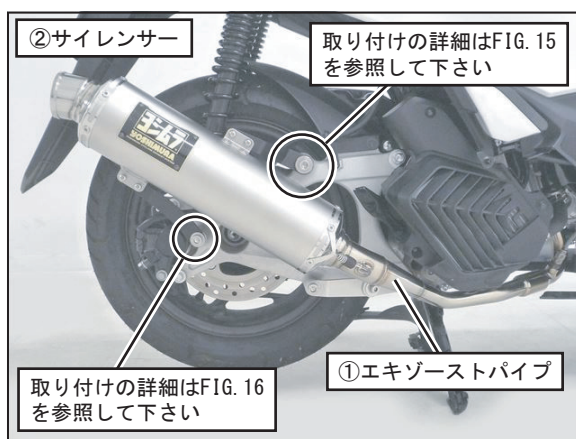

FIG. 15
11. 車両に⑨キャップボルトM10×50P1.25を使用して④サイレンサーステー#1を仮締めして下さい。次に、車両に⑧キャップボルトM10×35P1.25、⑫平ワッシャM10×22を使用して⑤サイレンサーステー#2を仮締めして下さい。(FIG. 15, 16, 17 参照)